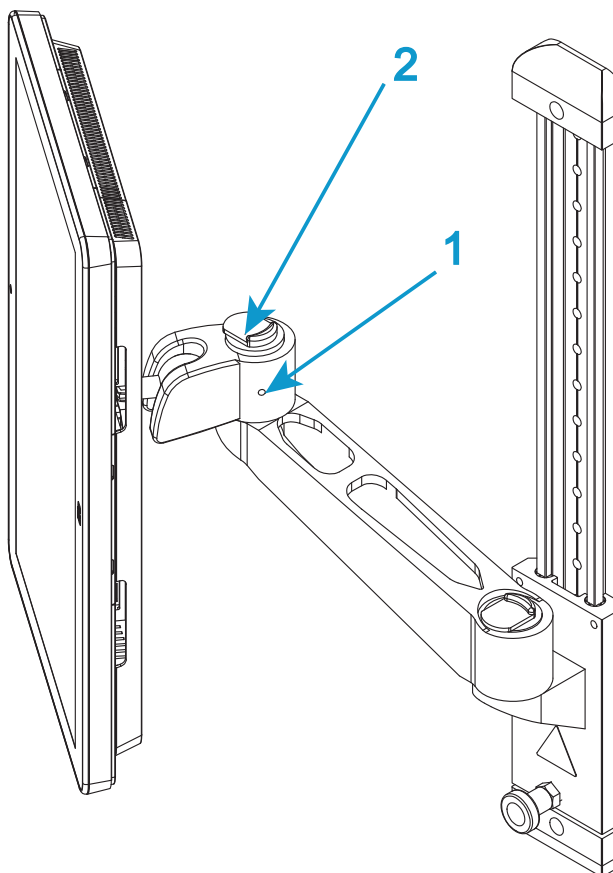
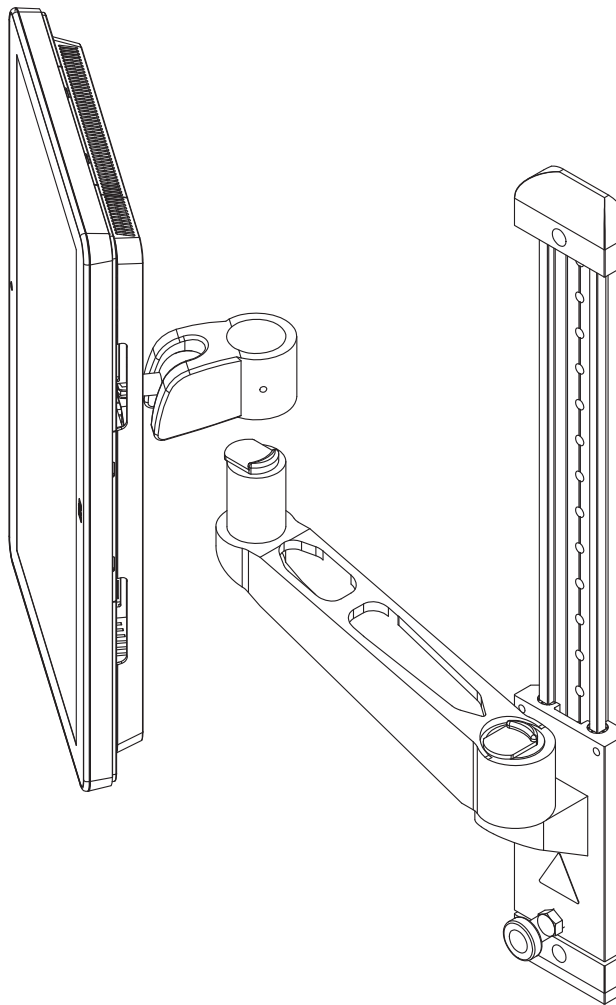

Figure 12. Bras de montage
Figure 13. Soulever pour enlever
3. Si nécessaire, desserrez la vis sur le côté du «coude» sur le bras de montage (1 dans la Figure 12 à la page 49).
4. Actionnez le mécanisme de libération sur le dessus du «coude» (2 dans la Figure 12 à la page 49) et soulevez le Tableau de bord de l'opérateur Bluehill® du bras de montage (Figure 13 à la page 50).